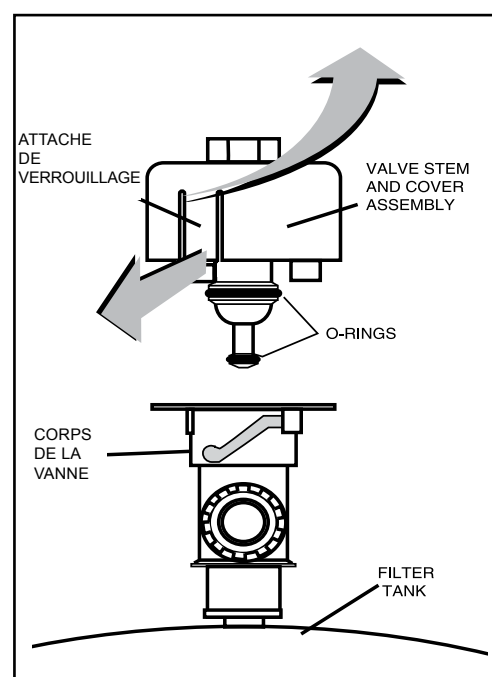

Figure 3.
3. Le purgeur fixé au réservoir filtre, tirez les attaches de verrouillage et retirez la tige de la vanne et le couvercle en les levant dans le sens contraire aux aiguilles d'une montre, voir Figure 3.